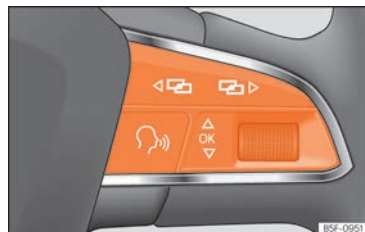

**Fig. 82** Volante multifunción: teclas para utilizar los menús del cuadro de instrumentos.
Mientras haya una advertencia con prioridad 1 »» pág. 83, no se podrá acceder a ningún menú. Algunas advertencias se pueden confirmar y ocultar con la tecla **OK** del volante multifunción »» fig. 82.
- Si se muestra un mensaje o el pictograma de un vehículo, pulse la tecla **OK** »» fig. 82; si es necesario, varias veces.
- Para cambiar de menús use las teclas  o  »» fig. 82.
» » » **fig. 82** o espere algunos segundos hasta que el menú o la indicación informativa se abra automáticamente.
- En el menú visualizado, gire la ruedecilla derecha del volante multifunción » » » **fig. 82** hasta que se marque la opción de menú deseada. La opción aparece enmarcada.
- Pulse la tecla **OK** » » » **fig. 82** para realizar las modificaciones deseadas. Una marca indica que la función o el sistema en cuestión están activados.
Pulse la tecla **◀** o **▶** » » » **fig. 82**.